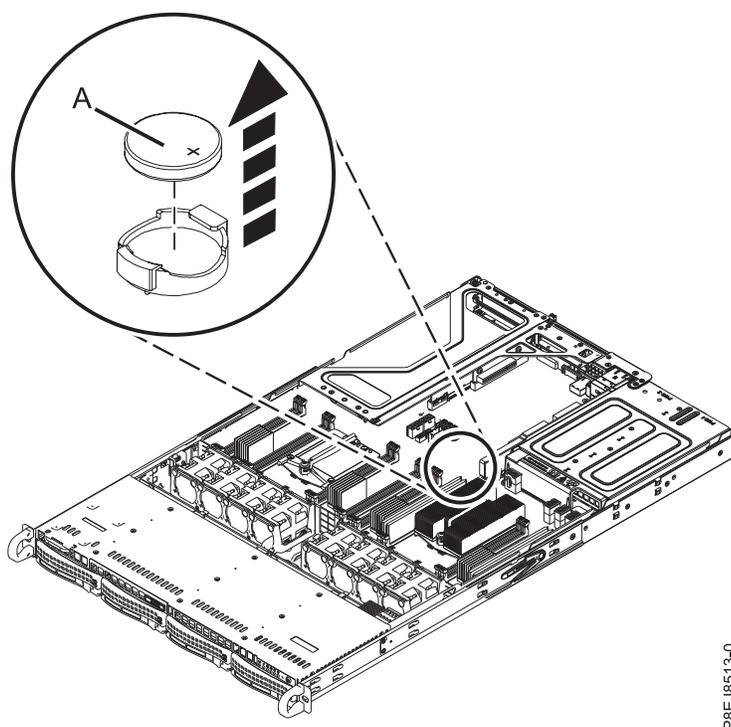

Abbildung 59. Position der Uhrzeitbatterie
2. Entnehmen Sie die Uhrzeitbatterie (A), indem Sie die Federsperre mit Ihrem Daumen in Richtung der Rückseite des Systems drücken, um die Batterie zu lösen. Entnehmen Sie die Batterie (siehe Abb. 59). Verwenden Sie beim Entnehmen der Batterie keinen metallischen Gegenstand, um sie aus ihrem Steckplatz zu lösen.